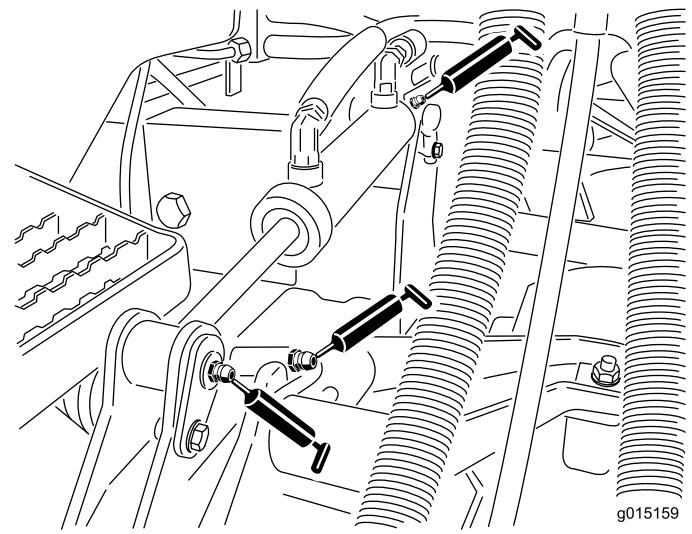

図 70
- ・ 昇降アームのブッシュカッティングユニット 1台に1ヶ所 図 70
- ・ 昇降シリンダのブッシュカッティングユニット 1台に2ヶ所 図 70